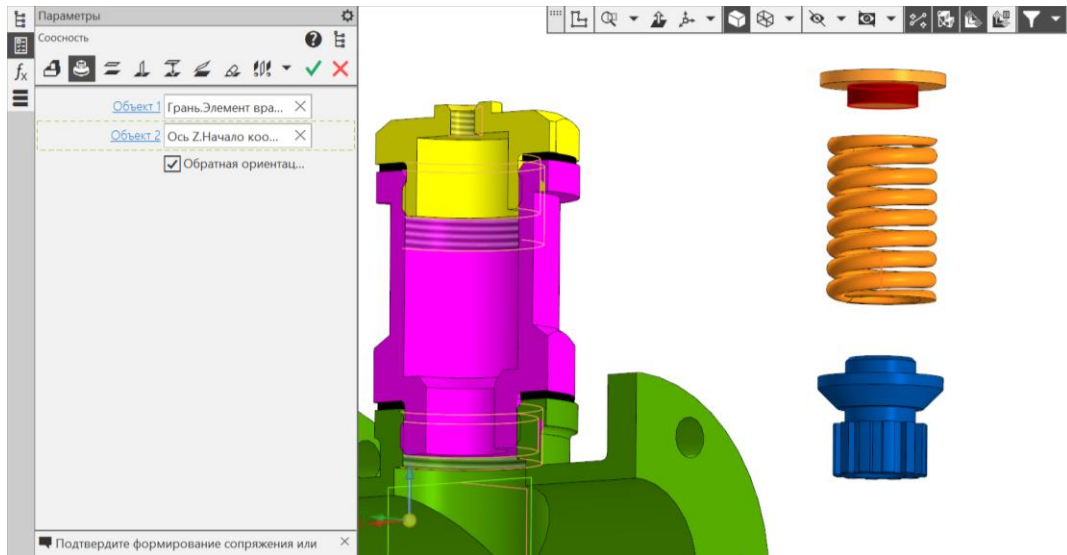

Рис. 26 Сопряжение «Соосность» Пружины и Тарели
- **Сборка – Размещение компонентов – Сопряжения – Соосность** (рис. 26): Объект 2 (Тарель) – Грань. Элемент вращения: 1. Объект 1 (Пружина) – Ось Z. Начало координат.